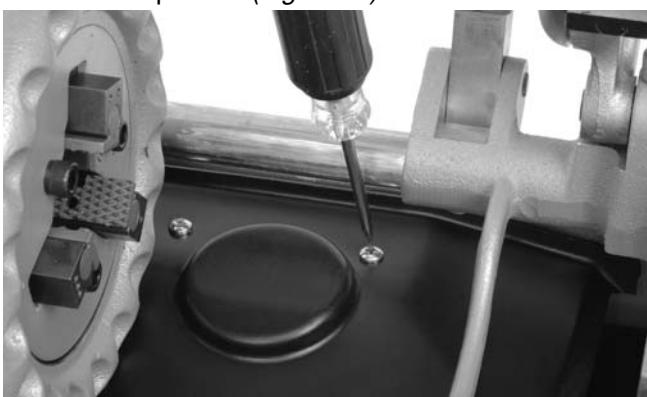

Figura 17 – Extraiga la cubierta plástica
1. Con un destornillador, afloje los tornillos y extraiga la cubierta plástica (*Figura 17*).